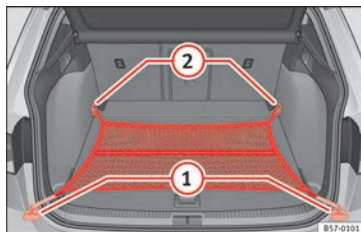

Fig. 156 Dans le coffre à bagages : sac pour filet accroché au niveau du plancher.
- Selon le cas, relevez les œillets d'amarrage avant » **fig. 156 (2)**.
- Fixez les crochets du filet aux œillets d'amarrage (2) » **⚠**. La fermeture à glissière du sac doit rester vers le haut.
- Fixez les crochets du filet aux œillets d'amarrage (1).